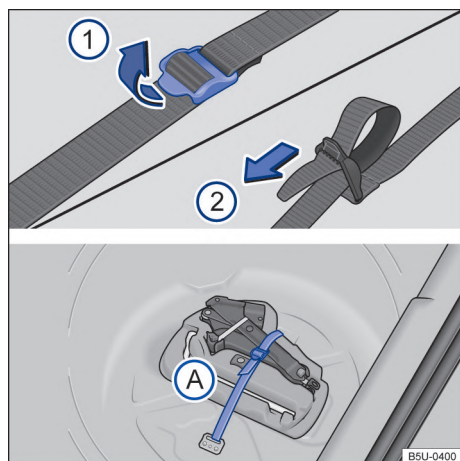

Fig. 163 En el maletero: cinta de fijación de la caja de herramientas y caja de herramientas de a bordo.
Para soltar la cinta de fijación → fig. 163 (A), tirar de la hebilla en el sentido de la flecha ①.